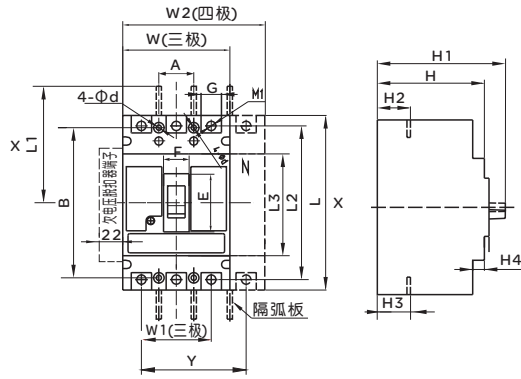
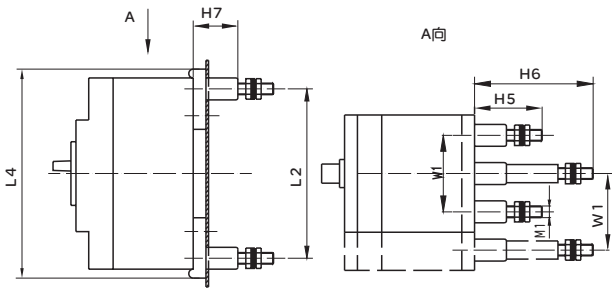
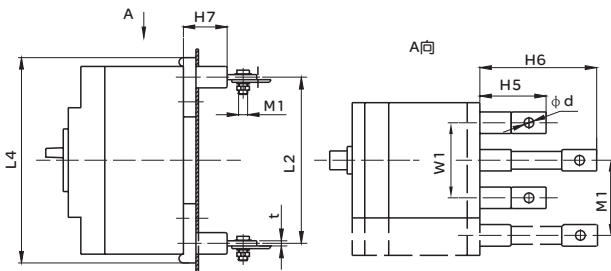
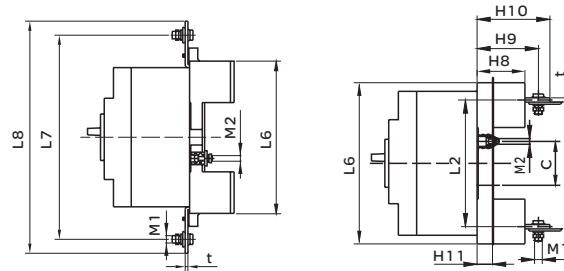

图2 固定式板前接线
图3 RDM1E-125、250固定式板后接线
图4 RDM1E-400、630、800固定式板后接线
图5 插入式板前接线 (三极) 图6 插入式板后接线 (三极、四极)
外形尺寸见图2、图3、图4、图5、图6及表10
- (1) 板前接线外形尺寸见图2 (X-X、Y-Y为三极断路器中心) (2) 板后接线外形尺寸见图3, 见图4
(3) 插入式板前接线外形尺寸见图5 (4) 插入式板后接线外形尺寸见图6